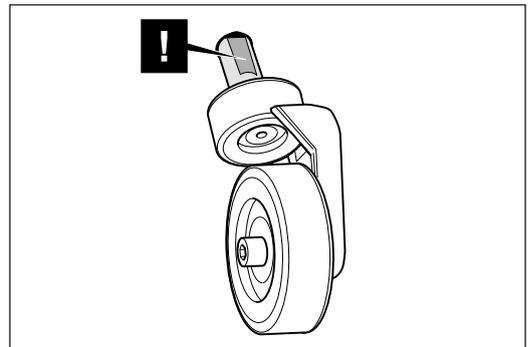

Abb. 62 Beim Einbau des Hinterrads in die Maschine die Fläche der Spornachse zur Schraube im Maschinengehäuse ausrichten.
- 11 Bauen Sie das komplette Hinterrad in umgekehrter Reihenfolge ein und befestigen Sie es wieder im Maschinengehäuse. Richten Sie dabei die Fläche der Spornachse (Abb. 62) zur Schraube im Maschinengehäuse aus.